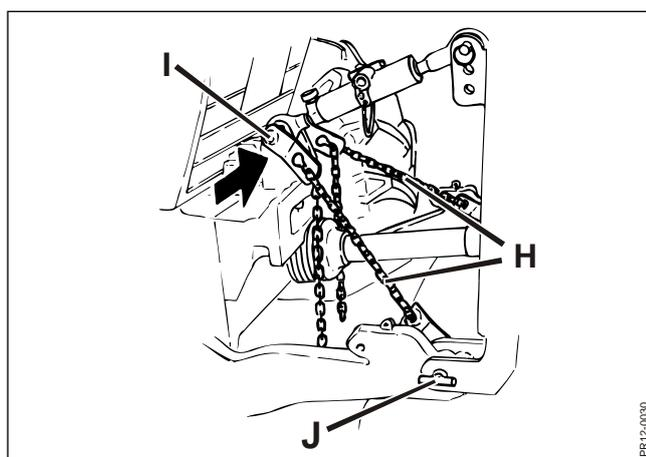

Fig. 2-5
**Fig. 2-5** Das Oberende der Begrenzungsketten **H** am Oberlenker des Schleppers mit dem Zapfen **I** (Ersatzteilpaket) befestigen. Das andere Ende der Ketten auf die beiden Unterlenker mit den Zapfen **J** befestigen (Ersatzteilpaket).